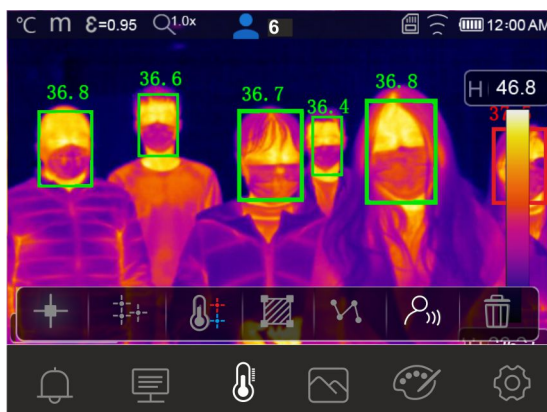

Fig. 36: Mode Visage sur plusieurs personnes
7. Le mode Visage permet d'évaluer la température du visage de plusieurs personnes (**jusqu'à 10 personnes**) simultanément (voir Fig. 36). Le compteur «  » en haut de l'écran indique le nombre de relevés statistiquement valables